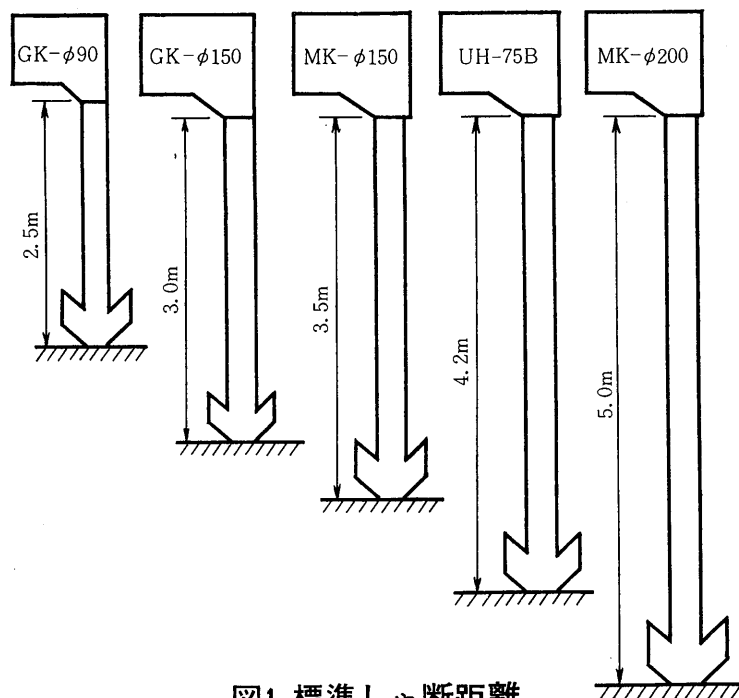

図1 標準シャ断距離
- 取付位置よりの高さくシャ断距離から機種選定を行います。<図1参照>